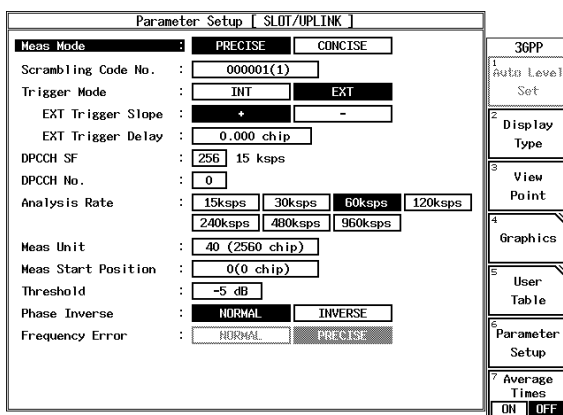

図 6-11 測定パラメータ表示
3. R3267 シリーズを IQ 入力、UP LINK 測定に設定し、パラメータを図 6-11 のように設定し、DC CAL を実行します。